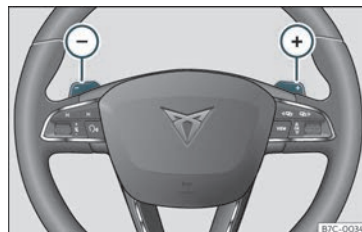

Fig. 202 Volante: alavancas de mudança automática de velocidade.
• Pressione a alavanca de mudanças (+) para engrenar uma velocidade mais alta >>> **Fig. 202.**